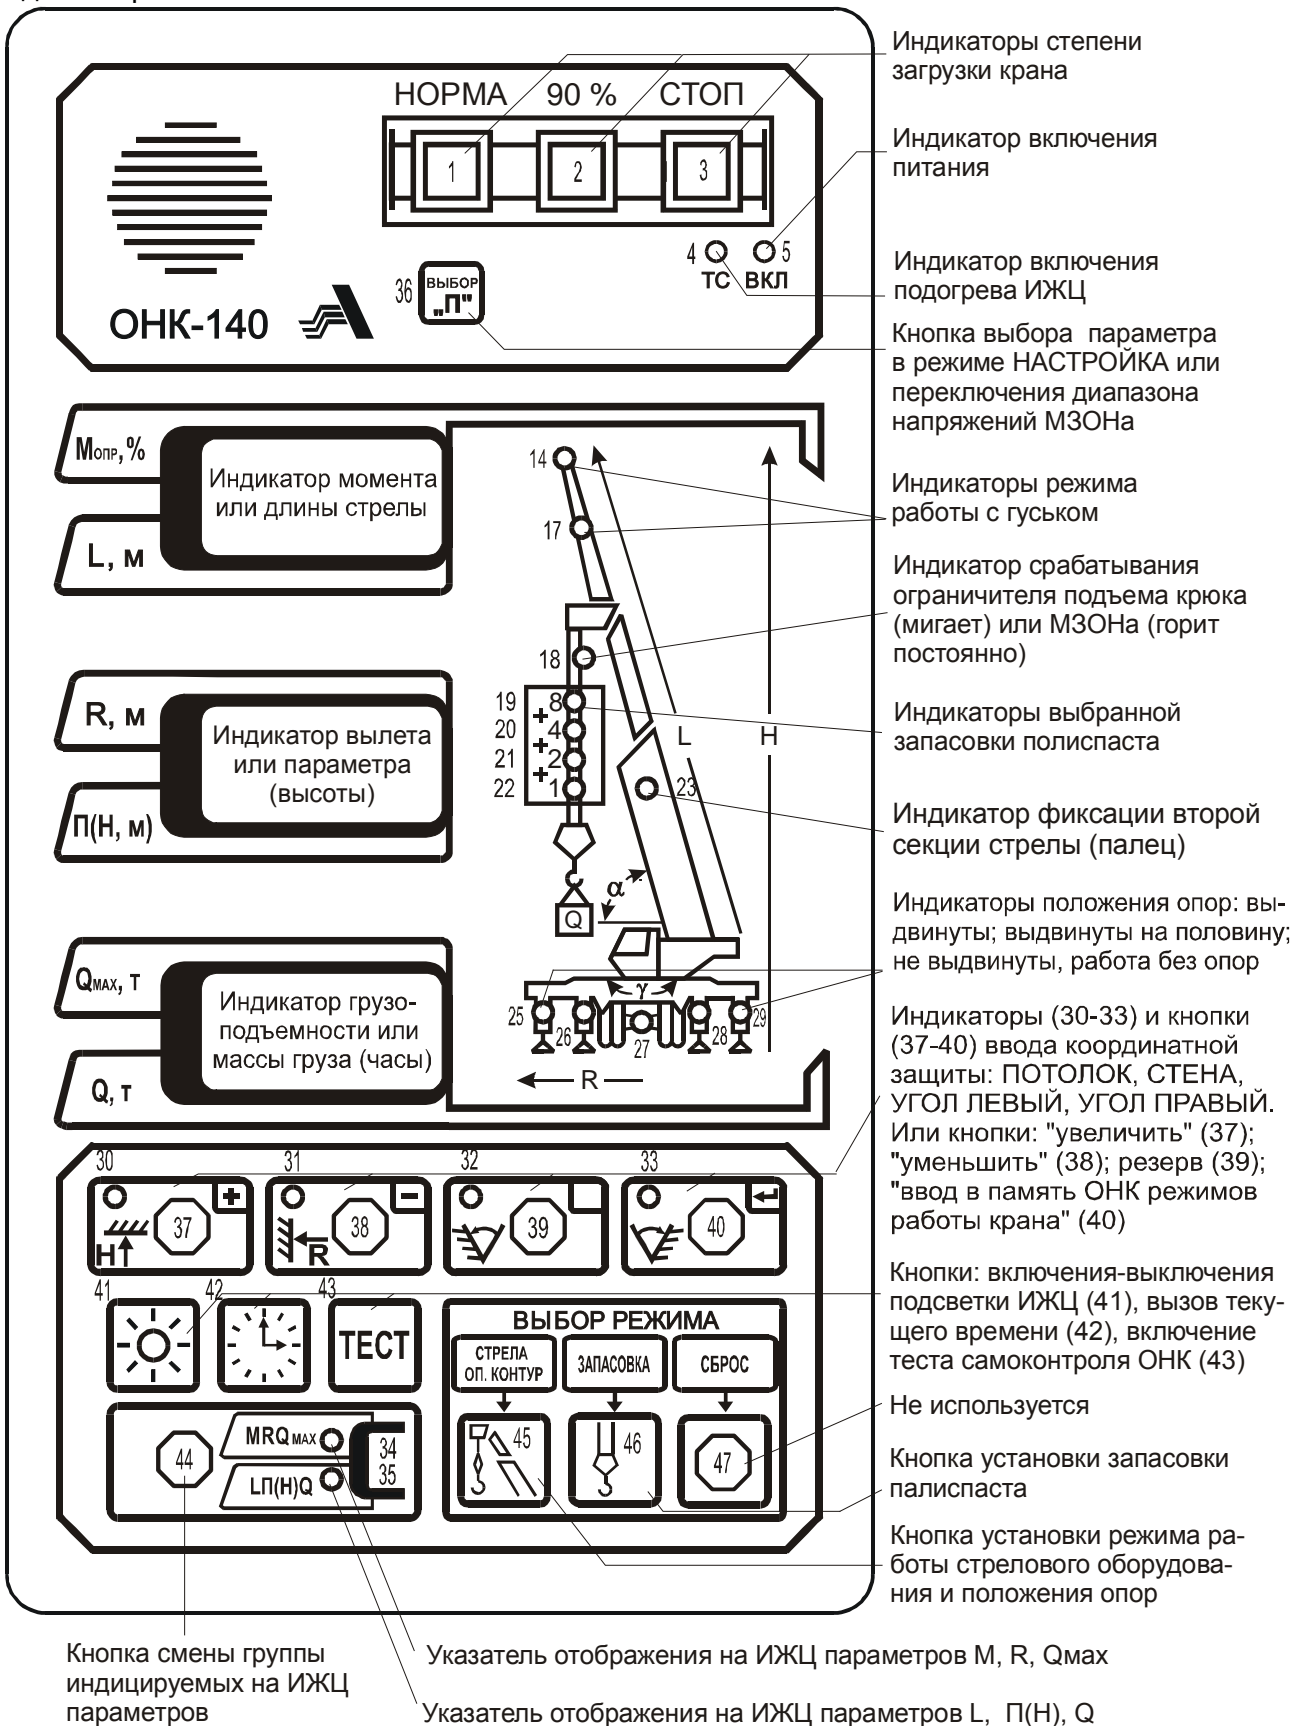

Рисунок 4
1.4.4 Управление работой изделия [ввод режимов работы крана и (или) параметров координатной защиты, индикация режимов работы и (или) рабочих параметров крана] осуществляется с лицевой панели БОДа (см. рисунок 4).
3.2.2 Перед включением ограничителя необходимо изучить назначение элементов индикации и органов управления на передней панели БОДа (см. рисунок 4 и п. 2.1.4).